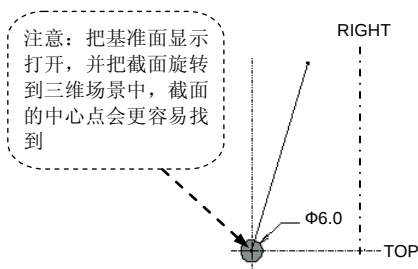

图 5.27.5 截面图形
Step6. 创建螺旋扫描特征的截面。进入草绘环境后, 绘制和标注图 5.27.5 所示的截面——圆, 然后单击草绘工具栏中的“完成”按钮 .